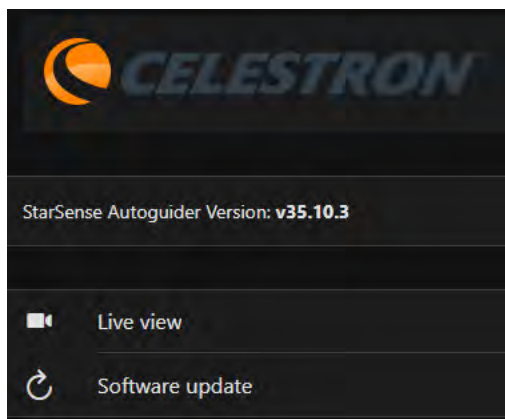

Fig. 25: Alternativamente, puede actualizar el firmware de SSAG mediante la interfaz web. También podrá acceder a Vista en directo desde aquí.
3. Abra un navegador web en su ordenador e introduzca <http://169.254.54.1/> para ejecutar la página de la interfaz web de SSAG (Fig. 25).